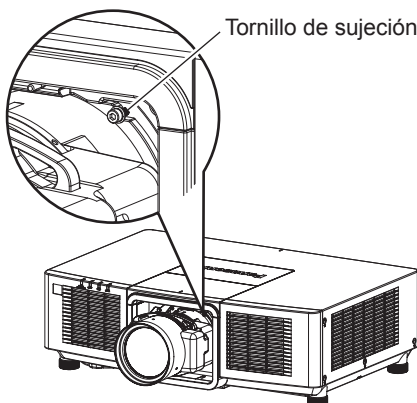

Figura 1
1) Quite la esponja para polvo. (Figura 1)
- 1) **Retire el tornillo de sujeción de la lente. (Figura 1)**